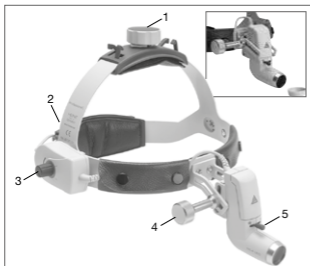

Bild 4 Pannband Professional L
Anpassning av **pannbandet Professional L** (se bild 4): För anpassning till huvudets omkrets kan pannbandet göras större eller mindre genom att vrida på vridhjulen upptills (1) och baktills (2).
Val av synvinkel och synfält (bild 4)